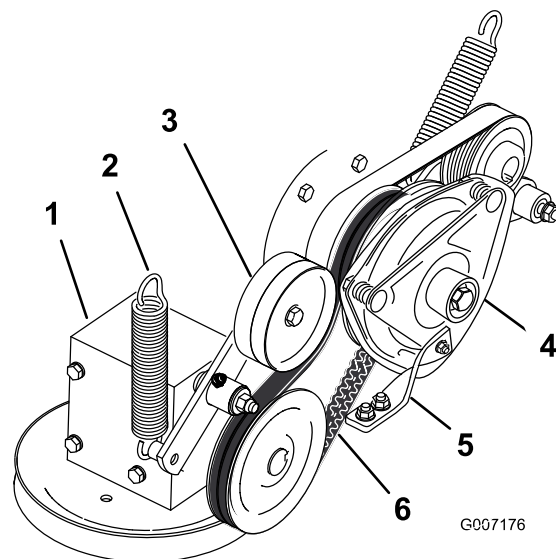

Figure 76
4. Débranchez le ressort du bras de la poulie de tension (Figure 76).
7. Montez la nouvelle courroie d'entraînement de PDF autour de la poulie d'embrayage et de la poulie du boîtier d'engrenages (Figure 76).
9. Raccrochez le ressort au bras de la poulie de tension (Figure 76).